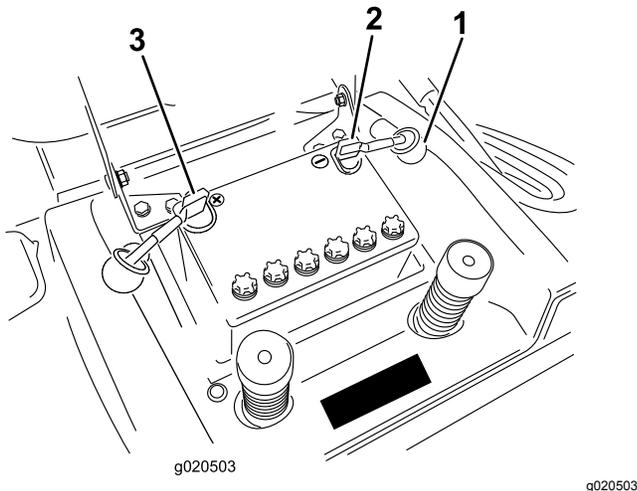

Bild 35
7. Klemmen Sie das Minuskabel (schwarz) vom Batteriepol ab (Bild 35).
9. Klemmen Sie das Pluskabel (Rot) vom Batteriepol ab (Bild 35).
1. Setzen Sie die Batterie in das Chassis ein. Die Batteriepole sollten zum Heck der Maschine zeigen (Bild 35).
3. Schließen Sie das Pluskabel (rot) mit der Schraube und der Flügelmutter am (+) Pluspol an (Bild 35). Schieben Sie die Gummiabdeckung über den Batteriepol.
4. Schließen Sie das (schwarze) Minuskabel mit der Schraube und Mutter am (-) Minuspol an (Bild 35). Schieben Sie die Gummiabdeckung über den Batteriepol.